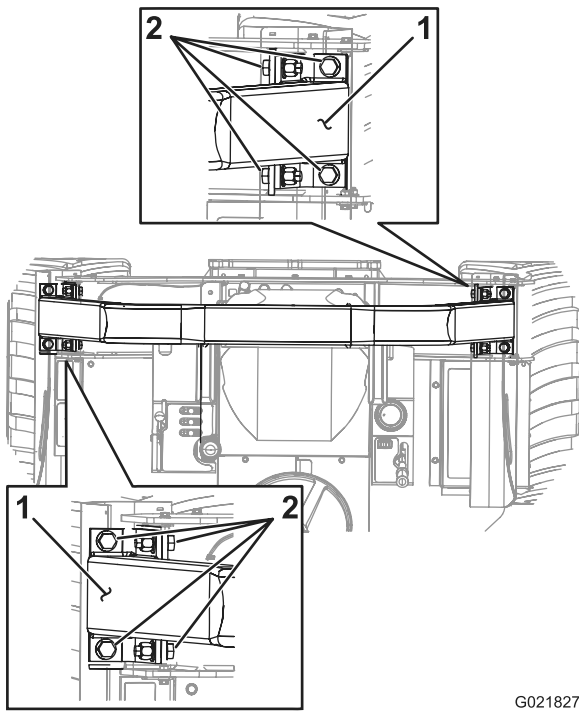

Figure 97
1. Vérifiez que les 8 boulons qui fixent l'arceau de sécurité au châssis de la machine sont serrés à un couple de 24,4 à 26,1 N·m (216 à 231 po-lb); voir Figure 97.